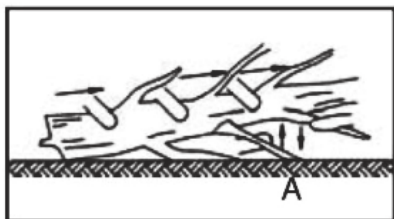

Fig.3
L'élagage d'un arbre est le processus de retrait des branches d'un arbre abattu. Ne retirez pas les branches de soutien (A) avant que le tronc n'ait été débité (coupé) en longueurs (Fig. 3). Les branches sous tension doivent être coupées de bas en haut pour éviter de coincer la tronçonneuse.